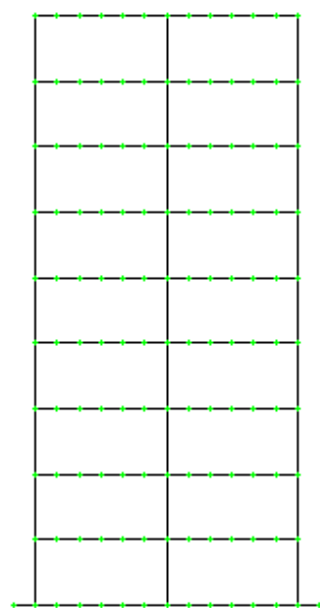

Рис.11.8. Расчетная схема рамы
- Полученная расчетная схема представлена на рис.11.8.